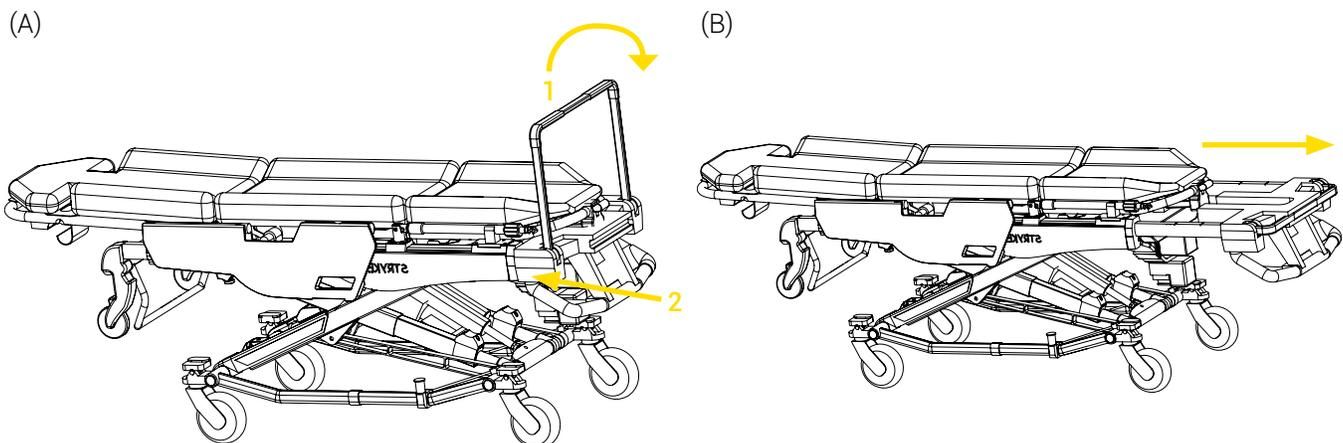

Figure 2: Préparation de la civière - poignée rétractable insérée/section pied allongée
2. Baisser et insérer la poignée rétractable, si requis (Figure 2 A).
3. Allonger la section pied à son maximum à l'aide des poignées (Figure 2 B).
8. Pousser la section pied à son minimum à l'aide des poignées puis, si désiré, sortir et lever la poignée rétractable (Figure 2).